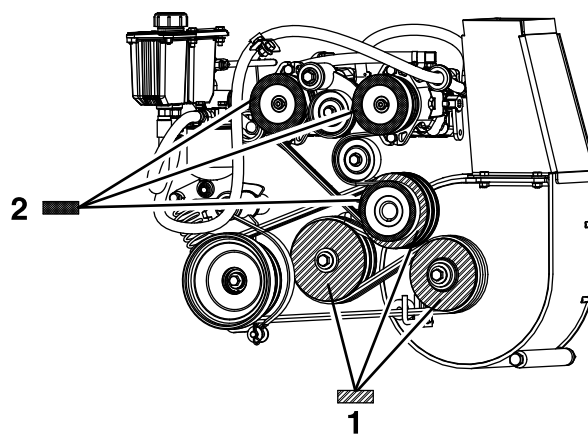

Figura 58
8. Midiendo desde la polea del soplador como punto de partida, mueva el motor y el eje secundario hasta que las superficies traseras de las tres poleas queden alineadas con una tolerancia de 0.8–1.6 mm (1/32–1/16 pulgada) (Figura 58).
4. Usando una regla, alinee cada polea de la bomba con la polea del motor deslizándola por el eje de la bomba (Figura 58).